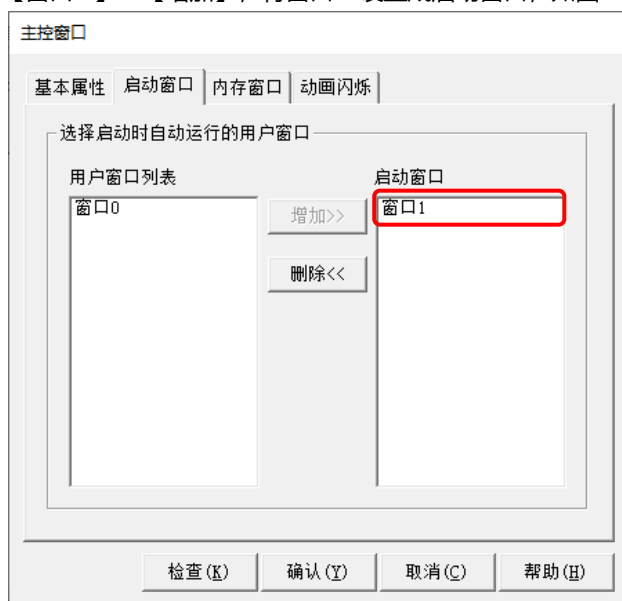

图 2.1-5 方法一：设置启动窗口
- ② 选择【用户窗口列表】→【窗口 1】→【增加】，将窗口 1 设置成启动窗口，如图 2.1-5 所示：